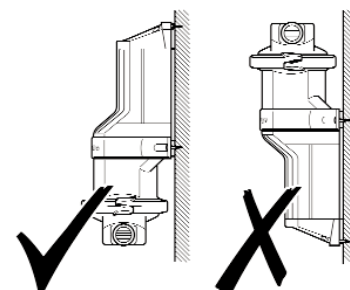

Fig. 3 - Pump orientering
- Se till att pumphuvudet är nederst om den monteras vertikalt (se fig. 3).